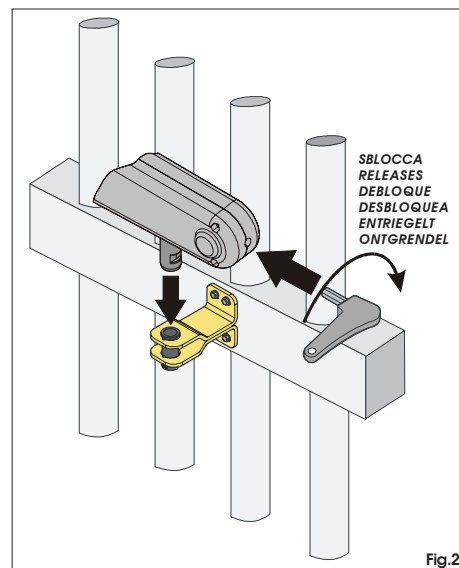

Fig.2
- riposizionare l'operatore sull'attacco anteriore (Fig. 2);
- Re-position the operator on the front fitting (Fig. 2);